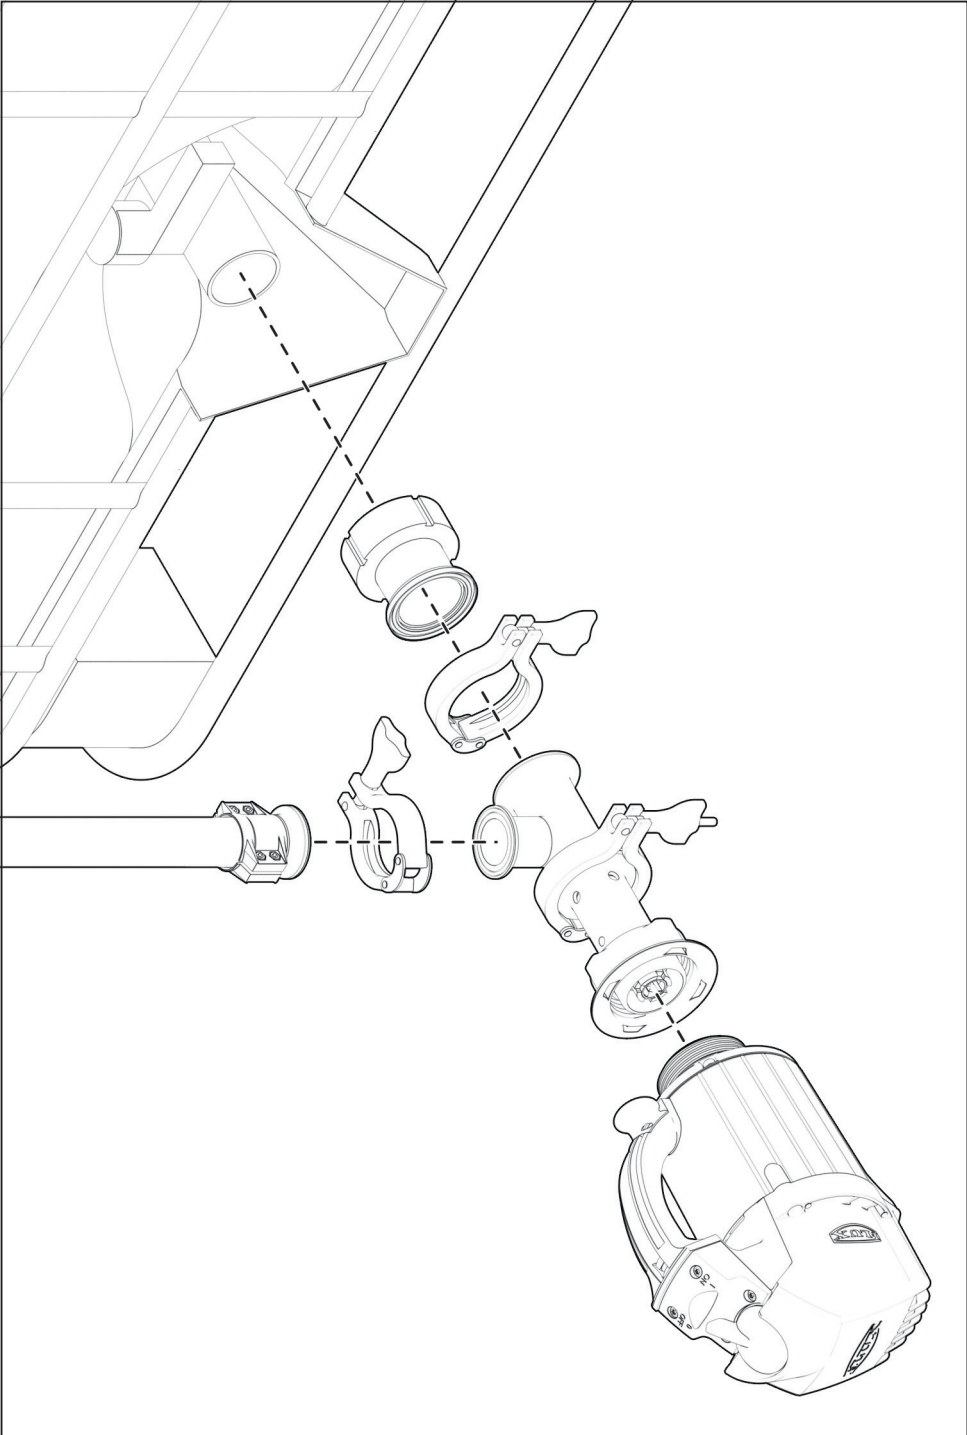

Abbildung 3: Montage/Demontage
2. Abbildung 3: Montage/Demontage auf Seite 15 beachten.
1. Abbildung 3: Montage/Demontage auf Seite 15 beachten.